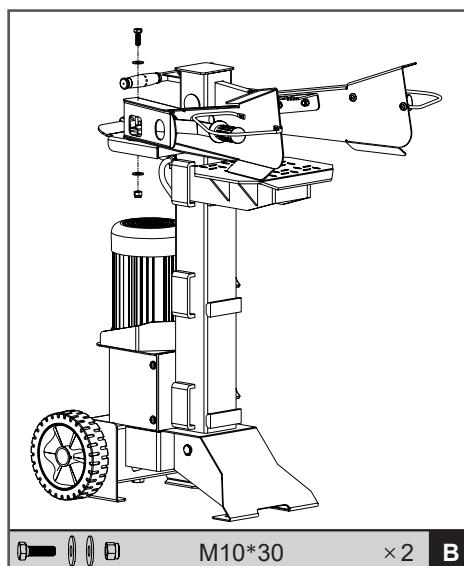

Рис. 4 Установка рычагов управления.
4. Установить рычаги управления и закрепить их винтами и гайками (Рис. 4)
1. Установите дровокол на ровную горизонтальную поверхность и убедитесь в его устойчивости. Закрепите дровокол на поверхности винтами и гайками M10x30 (Рис. 4).